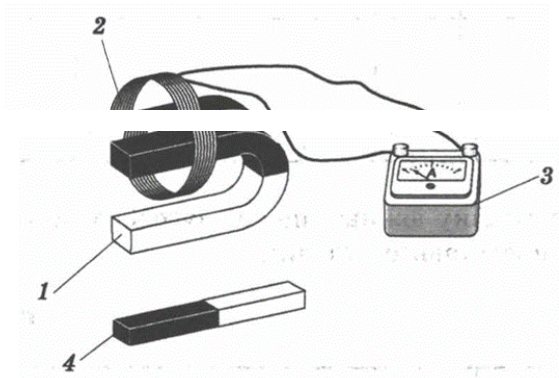

Рис. 3
1. Катушку-моток 2 (см. рис. 3) подключите к зажимам миллиамперметра.